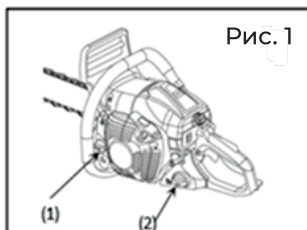

Рис. 1
Заполните топливный бак (2) и масляный бак смазки цепи (1), надежно затяните крышки (Рис. 1).